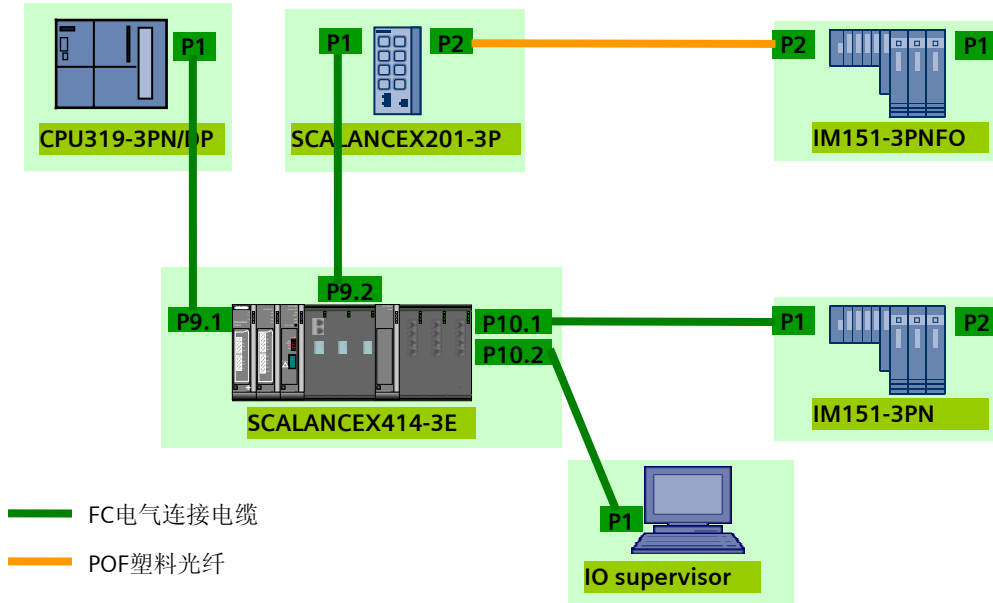
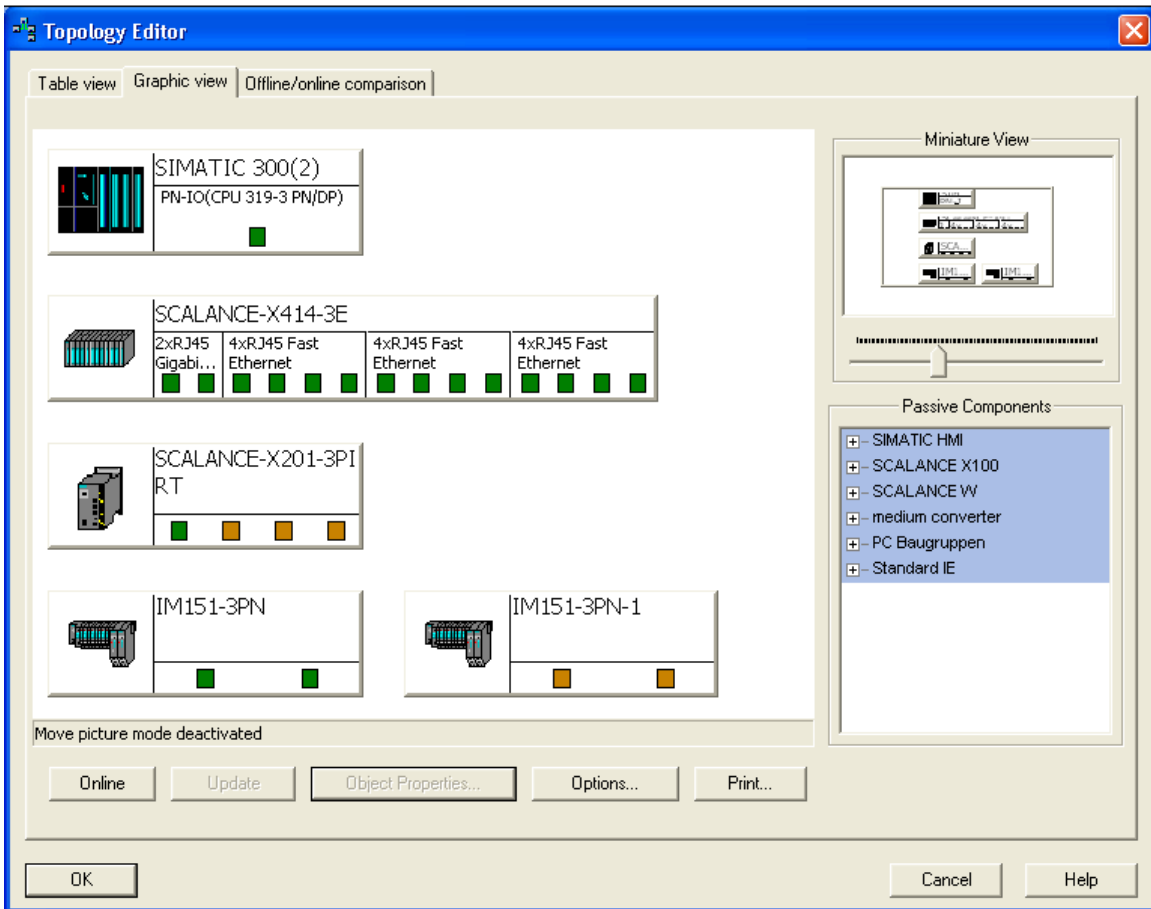

图 3 PN IO 系统详细的网络拓扑图
图 6 拓扑编辑器的设备
PROFINET IO系统中，CPU319-3PN/DP作为IO控制器，IO设备包含SCALANCE X414-3E，SCALANCE X201-3P IRT，ET200S IM151-3PN，ET200S IM151-3PN FO，IO Supervisor (PG)也连接在网络中。连接拓扑结构参考图 3 PN IO系统详细的网络拓扑图。
根据图 3 网络设备，在 Step7 中进行硬件组态，参考图 4 硬件组态。
弹出拓扑编辑器对话框，选择“Graphic view”可以看见在 PROFINET IO 系统中的 IO 设备的端口连接关系。参考图 6 拓扑编辑器的设备。目前拓扑中仅存在上述设备，还没有建立它们之间的连接关系。可以按照图 3 PN IO 系统详细的网络拓扑图手动的进行端口一对一的连接。